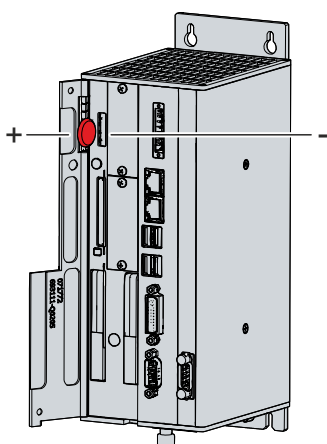

図 25: バッテリーの交換
2. 新しい電池を手で挿入してください。極性に注意してください。電池のマイナス極は、産業用PCの電源コネクタの方を向くように挿入してください (図25 参照)。